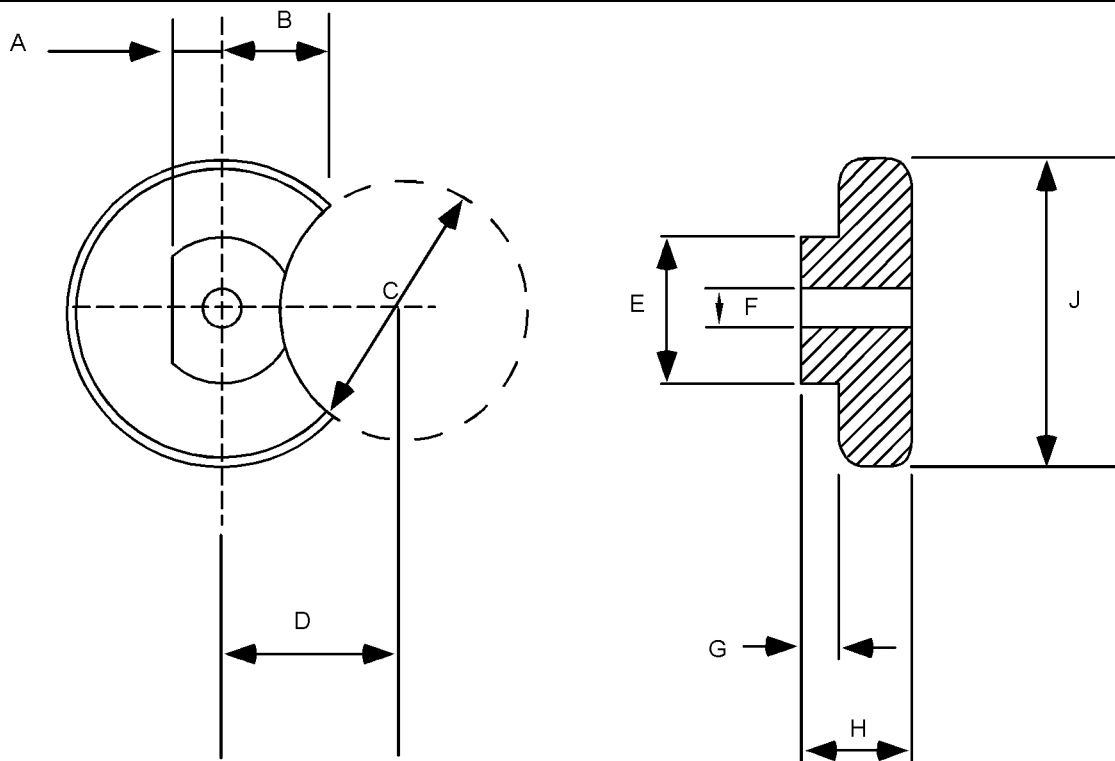

Abbildung 27
3. Das Riemenwerkzeug an der unteren Riemenscheibe (2) anbringen. Für Einzelheiten zum Riemenwerkzeug siehe Abbildung 27. Wenn das Riemenwerkzeug an der unteren Riemenscheibe (2) angebracht ist, die Riemenscheibe drehen, um den Riemen zu montieren.